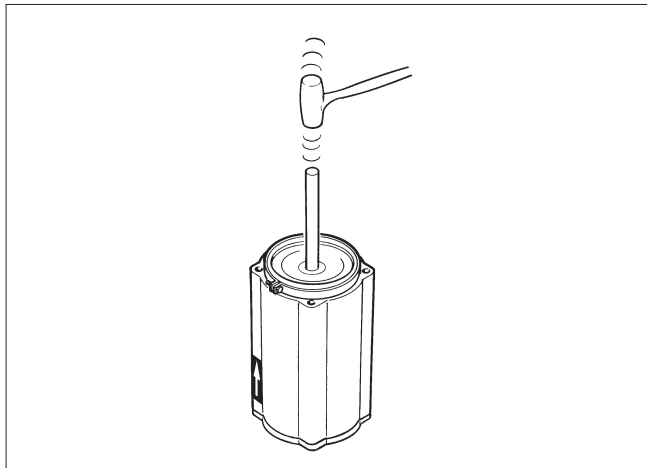

Fig. 19 Mise en place du piston dans le cylindre
- Enfoncer ou appuyer le piston dans le cylindre à travers l'anneau de serrage. Tenir compte du sens indiqué par la flèche. Cf. Figure 19.
- Poser de nouveaux joints toriques sur la base du cylindre (19). Pour les tailles 6, 8 et 10 : veiller à ce que le manchon de protection (12A) soit bien en place. Remplacer le cylindre par un piston.
- Appliquer un enduit d'étanchéité, par exemple du Loctite 225, sur le filetage de la vis de fixation (29) du palier et serrer la vis selon le Tableau 2 avant de le monter sur la base du cylindre.